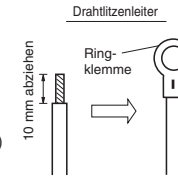

Abb. 4-5
- (1) Das Ende des Kabels mit einem Seitenschneider abtrennen, dann die Isolierung abziehen, um ungefähr 10 mm der Litze freizulegen; danach die Enden der Litze verdrehen. (Abb. 4-5)
- (2) Unter Verwendung eines Kreuzschlitz-Schraubendrehers die Klemmschraube(n) von der Klemmenplatte herausdrehen.
- (3) Mit Hilfe eines Ringklemmen-Werkzeugs oder einer Klemmenzange die Ringklemme fest an jedem freigelegten Kabelende anbringen.